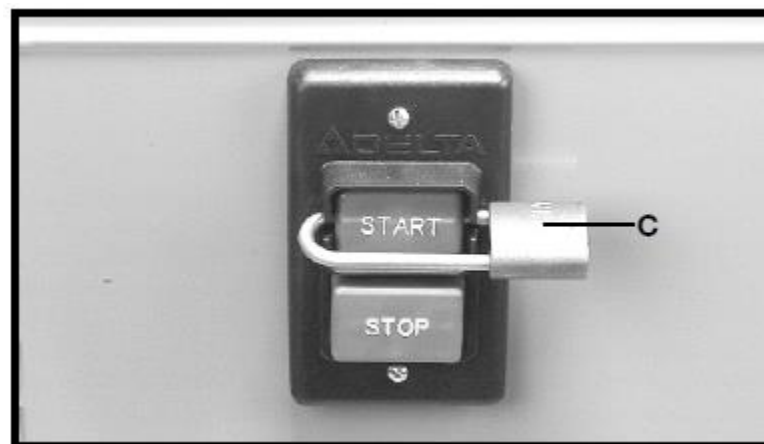

Рис. 15
ВАЖНО. Если станок не используется, выключатель должен быть заперт в отключённом положении для предотвращения несанкционированного включения с помощью висячего замка (C), рис. 15 с дужкой диаметром стержня 4,8 мм.